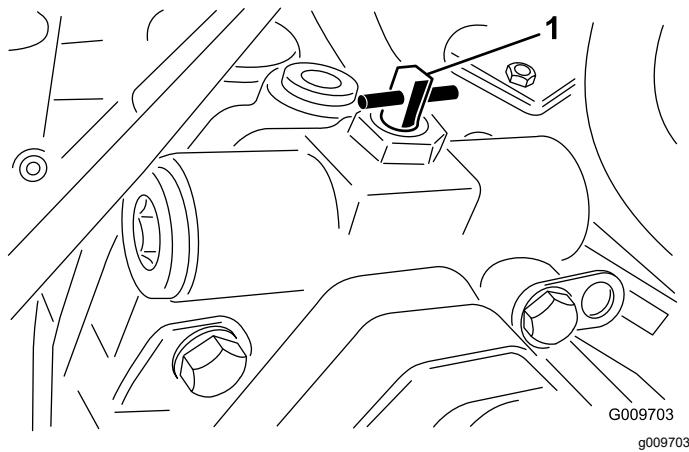

Bild 90
- Öffnen Sie das Abschlepp-Sicherheitsventil der Traktionspumpe, indem Sie es um 90° (1/4 Umdrehung) in eine der beiden Richtungen drehen (**Bild 90**).